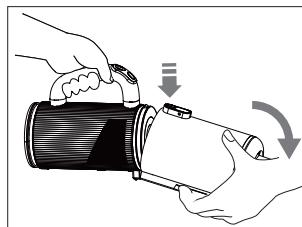

Abb. 24 – Staubbehälter
- ▶ Drücken Sie die Entriegelungstaste am Staubbehälter und klappen Sie ihn herunter (**siehe Abb. 24**).